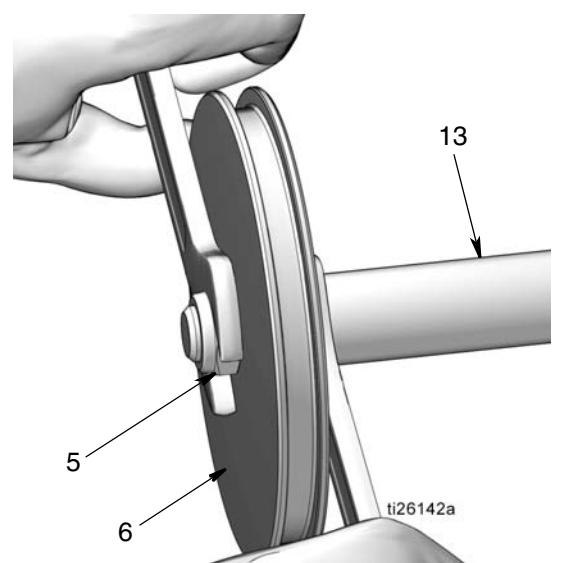

图 49
- 将螺母 (5) 安装在活塞杆 (13) 上。使用两个扳手以相反方向用力，拧紧螺母。固定一个开口扳手以齐平活塞杆，使用另一个扳手拧紧螺母 (5)，如 图 49 所示。